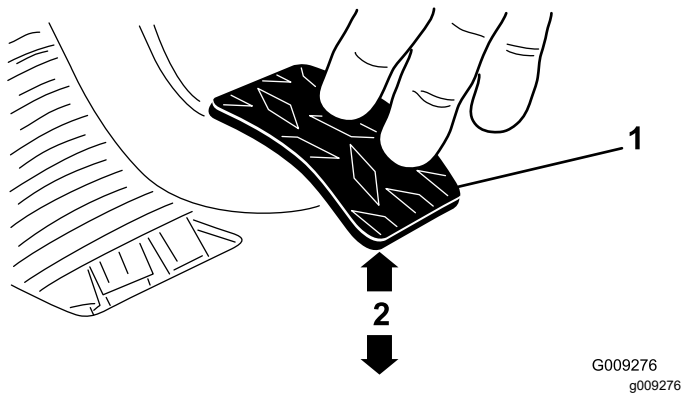

Figura 62
3. Ajuste las contratuercas o la articulación esférica hasta que el borde trasero del pedal del embrague esté a 9.2 mm – 9.8 cm (3⁵/₈" – 3⁷/₈") del borde superior del dibujo a rombos de la chapa de suelo al aplicar una fuerza de 1.8 kg (4 libras) al pedal (Figura 62).